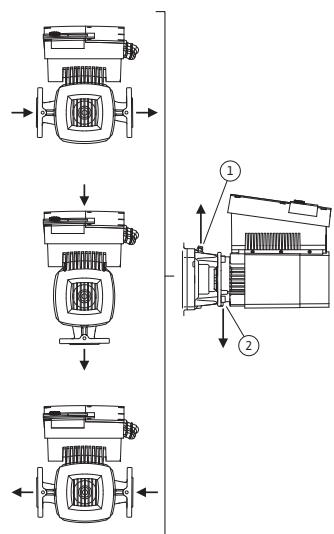

Fig.23: Dopuszczalne pozycje montażowe z poziomym wałem silnika
Dopuszczalne pozycje montażowe z poziomym wałem silnika i modułem elektronicznym skierowanym w górę ( $0^\circ$ ) są przedstawione na rys. 23. Nie przedstawiono dopuszczalnych pozycji montażowych z modułem elektronicznym zamontowanym z bokiem ( $+/- 90^\circ$ ). Dozwolone jest każde położenie montażowe, z wyjątkiem montażu „moduł elektroniczny skierowany w dół” ( $-180^\circ$ ). Odpowietrzanie pompy jest zapewnione tylko wtedy, gdy zawór odpowietrzający jest skierowany w górę (rys. 23, poz. 1). Tylko w tej pozycji ( $0^\circ$ ) spływający kondensat może być odprowadzany przez odpowiedni otwór, latarnię pompy oraz silnik (rys. 23, poz. 2).
- Przy poziomym wale silnika otwór na kondensat musi być skierowany w dół (rys. 23, poz. 2). W razie potrzeby odpowiednio obrócić silnik.